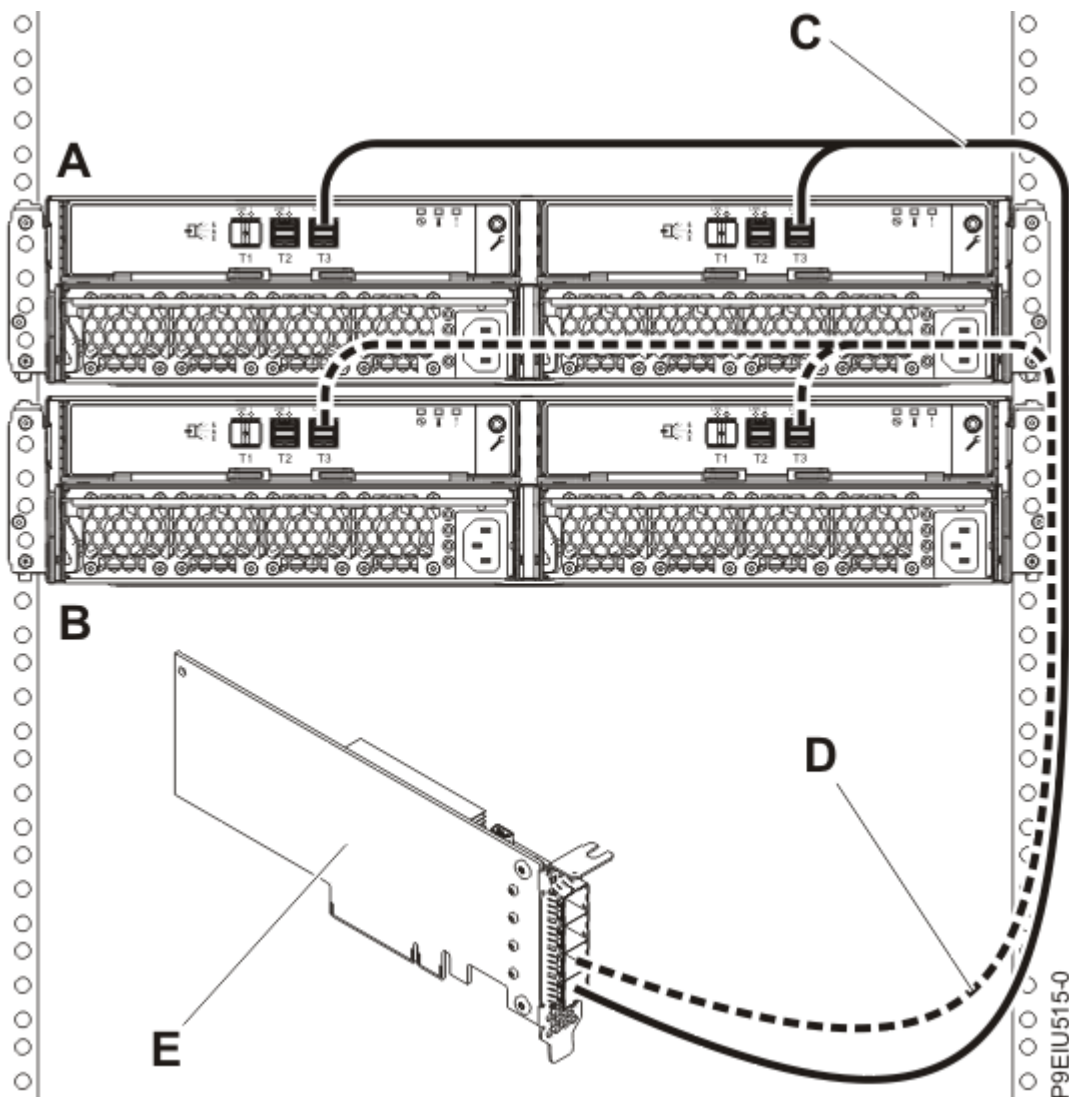

Figura 14. Conexão de modo 1 de dois gabinetes de armazenamento do ESLL ou do ESLS, usando cabos YO12, para um adaptador SAS FC EJ0J, FC EJ0K ou FC EJ0M único
14. Em seguida, conclua uma conexão de modo 1 de dois gabinetes (**A e B**), usando cabos YO12 (**C e D**), para um adaptador SAS FC EJ0J, FC EJ0K ou FC EJ0M único (**E**), conforme mostrado em Figura 14 na página 19 e, então, continue com o “Conectando cabos, cabos de energia e instalando tampas” na página 29.